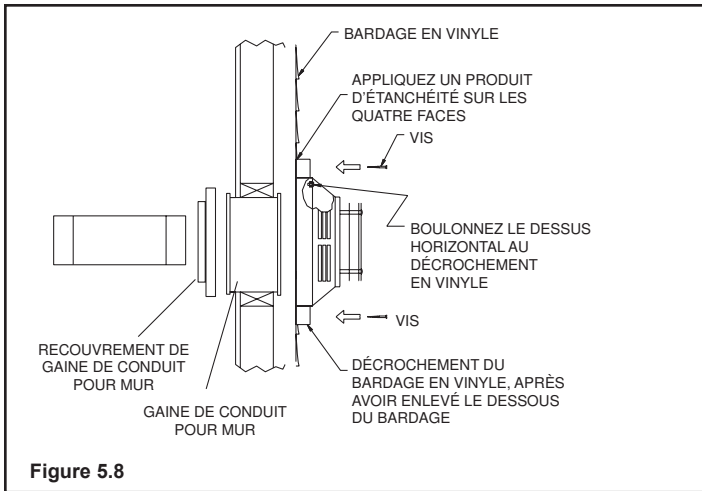

Figure 5.8
**(REMARQUE :** Si vous installez le couvercle de terminaison HHW2, le tuyau sera décalé du centre sur le solin). Les dégagements par rapport aux matériaux combustibles doivent être corrects. Si vous utilisez un couvercle de terminaison agréé autre que le HHW2 sur un bâtiment au parement de vinyle, un écarteur de parement de vinyle doit être installé entre le couvercle de la bouche et le mur extérieur (**Figure 5.8**, à la page suivante). Attachez le parement de vinyle au couvercle de terminaison horizontale. Ces écarteurs empêchent un chauffage excessif du bardage en vinyle et de fondre le vinyle. Le couvercle de terminaison de la bouche ne doit pas être encastré dans un mur ou un parement. Enlever le bardage de lazone où l'écarteur sera positionné.